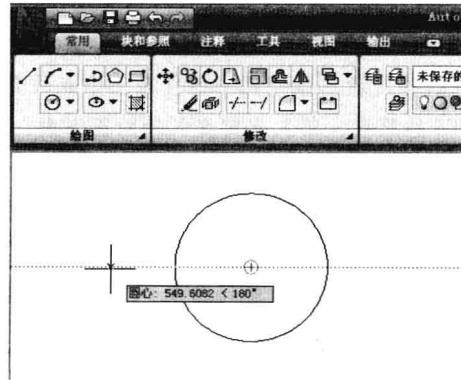

图 2-7-3
- (5) 向左移动光标，显示出水平虚线，如图 2-7-3 所示，输入 800，按 Enter 键，确定直线的第一个点。